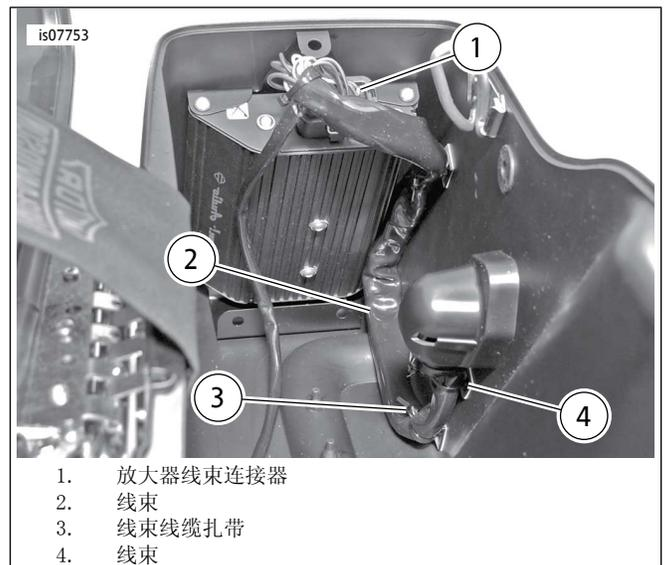

图8。布设内部线束
8. 参见图8。使用50-70%异丙醇和30-50%蒸馏水的混合剂对边箱内底部表面和侧表面进行清洁。连接线束(69200488)放大器端，在左鞍囊内布设鞍囊侧线束。使用线缆扎带和底座进行固定，如图所示。